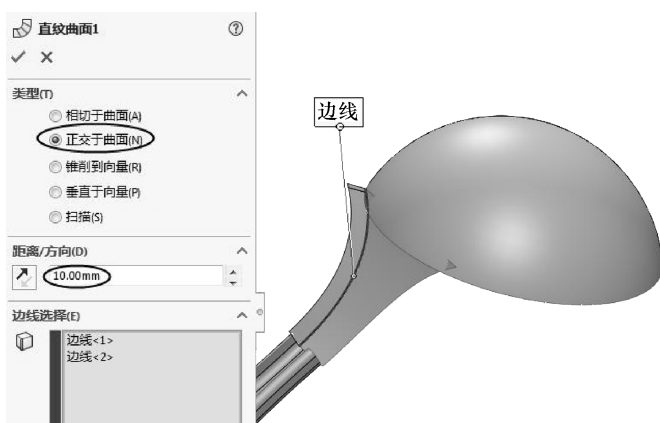

图 4-99 创建直纹曲面
- 13 利用【直纹曲面】工具, 选择等距曲面 1 上的边, 创建直纹曲面, 如图 4-99 所示。